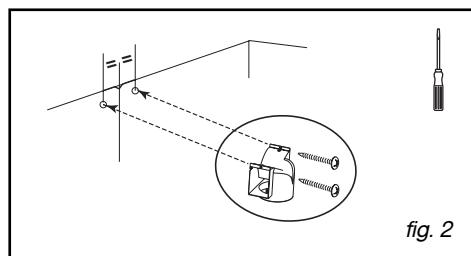

fig. 2
- Coloque o deflector plástico de fumos contra a parede, encoste-o ao tecto e fixe-o com os dois parafusos (fig.2). Não se esquecer de centrar o deflector em relação ao traço vertical feito na parede (fig.2).